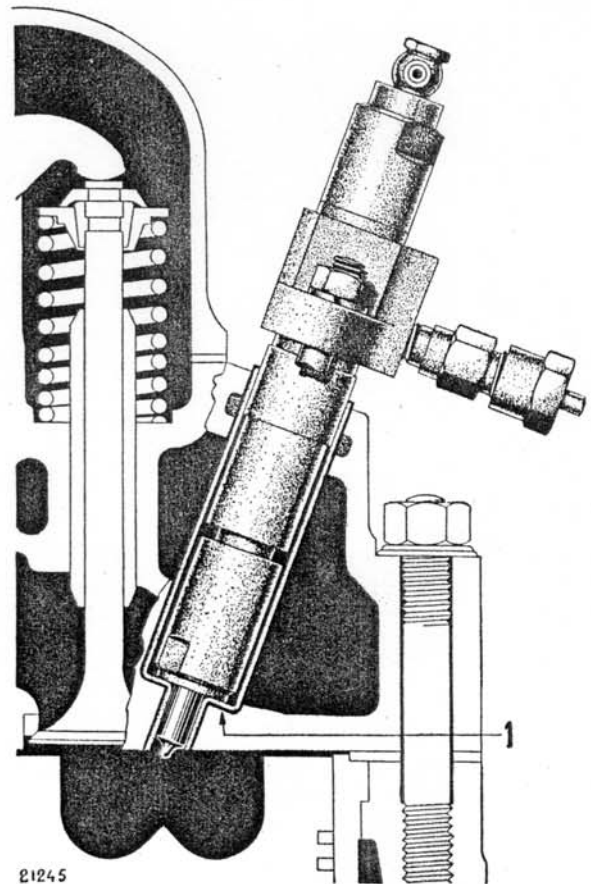

Abb. 49. Düsenhalter eingebaut.
1. Geben Sie dem Motor mit dem Anlasser ein paar Umdrehungen, sodass die Kupferhülse (1, Abb. 49) saubergeblasen wird. Der Stopphebel muss herausgezogen bleiben. Es ist zu kontrollieren, dass die Anliegendefläche gegen den Düsenhalter im Boden der Kupferhülse völlig sauber und unbeschädigt ist.